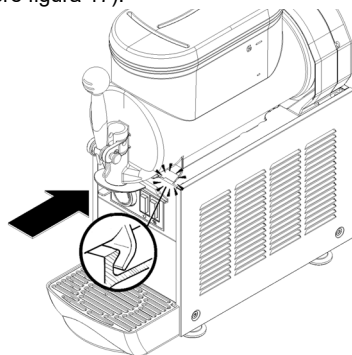

figura 17
**7** Montare il contenitore e spingerlo verso la parete posteriore, accertandosi che calzi completamente sulla guarnizione e che contemporaneamente i suoi agganci inferiori siano impegnati negli appositi risalti del piano gocciolatoio (vedere figura 17).